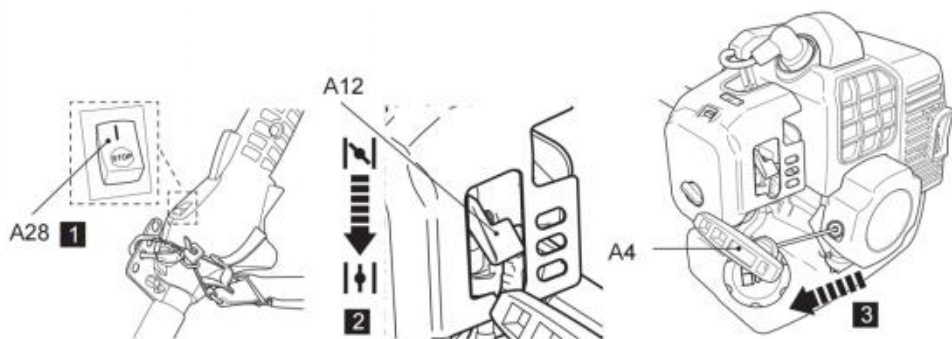

Fig. 40
5. Tirare leggermente la maniglia dell'avviamento a strappo (A4) finché non si avverte resistenza, quindi tirarla rapidamente. Ripetete l'operazione fino all'avvio del motore (Fig. 40).